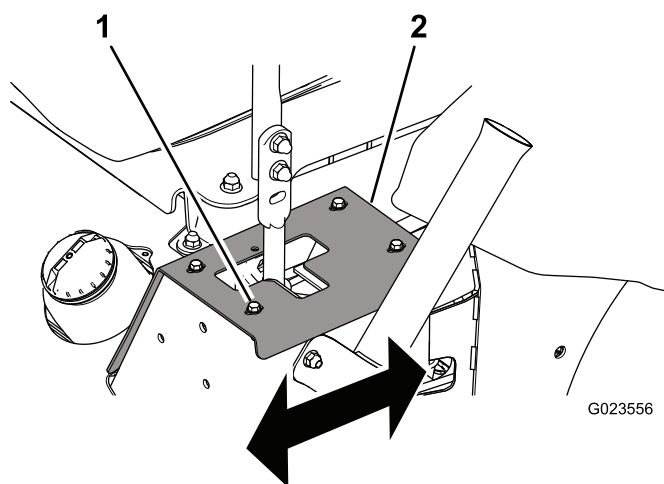

Figure 56
- Si elle se déporte à droite, desserrez les boulons et reculez la plaque de butée gauche jusqu'à ce que la machine se déplace en ligne droite (Figure 56).
- Si elle se déporte à gauche, desserrez les boulons et reculez la plaque de butée droite jusqu'à ce que la machine se déplace en ligne droite (Figure 56).
5. Serrez les boulons pour fixer la plaque de butée (Figure 56).